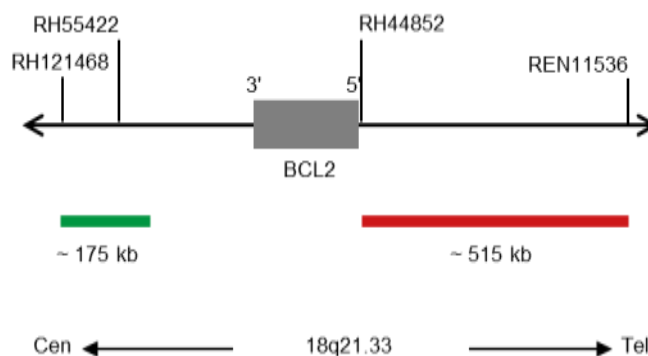

Fig. 1: SPEC BCL2 Mapa da sonda (não à escala)
- Polinucleótidos marcados com digoxigenina (~0,50 ng/μl), que têm como alvo sequências mapeadas em 18q21.33* (chr18:60,415,418-60,589,273) proximais à região do ponto de quebra BCL2 (ver Fig. 1).
- Polinucleótidos marcados com dinitrofenilo (~0,75 ng/μl), que têm como alvo sequências mapeadas em 18q21.33* (chr18:60,994,528-61,507,691) distal à região do ponto de quebra BCL2 (ver Fig. 1).